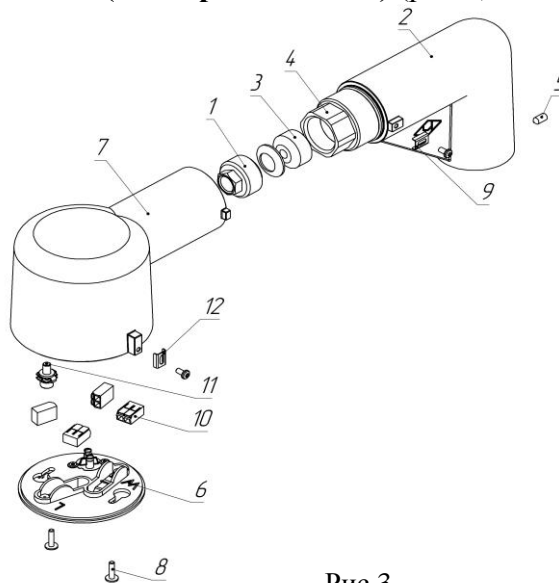

Рис.3
7.6.4 Для монтажа на стойку 1½" NPT под углом 90° (Тип крепления SS) (рис.3).